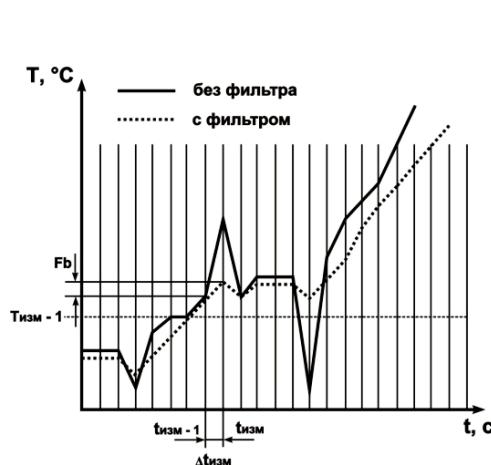

Рисунок 3.5
3.2.4.1 Полоса цифрового фильтра позволяет защитить измерительный тракт от единичных помех и задается в градусах Цельсия (°C). Если измеренное значение  $T_{изм}$  отличается от предыдущего  $T_{изм-1}$  на величину, большую, чем значение параметра  $F_b$ , то прибор присваивает ему значение, равное ( $T_{изм} + F_b$ ) (рисунок 3.5). Таким образом, характеристика сглаживается.